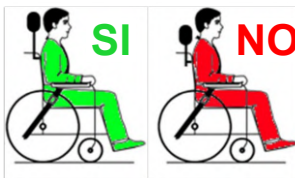

fig. 32
9. Installare un appoggiatesta idoneo per il trasporto e posizionarlo sempre adeguatamente durante il trasporto (fig. 32).